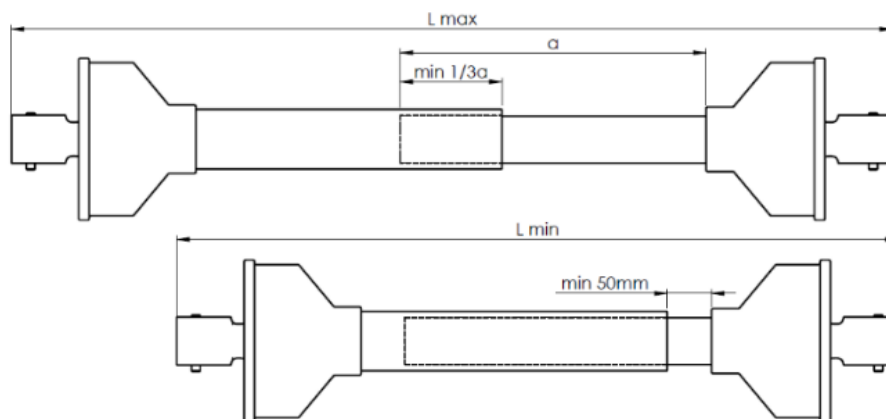

Рисунок 17 Регулировка длины шарнирно-телескопического вала - при присоединении навозоразбрасывателя к трактору
- убедиться, что после соединения шарнирно-телескопический вал, передающий привод от трактора, имеет достаточную длину во всех возможных положениях трактора по отношению к машине (рисунок 17);